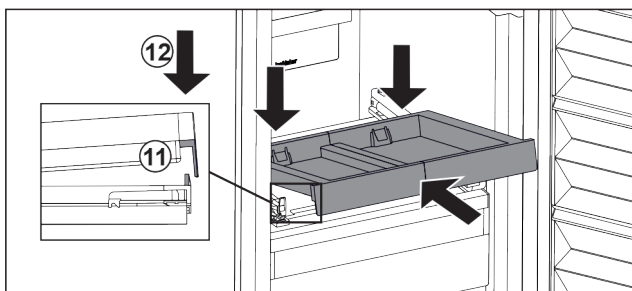

Fig. 128
- Schräg einschieben. Darauf achten, dass auf beiden Seiten der Anschlag hinter der Lasche ist. Fig. 128 (11)
- Auszugsbord vorne absetzen. Fig. 128 (12)